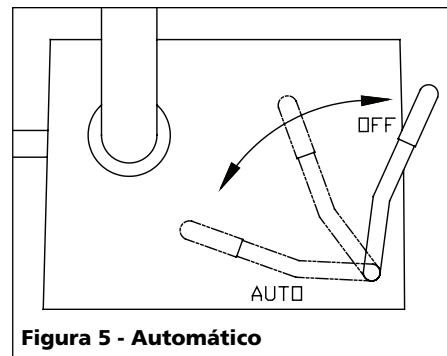

Figura 5 - Automático
- Presostato** - Automático (Figura 5) - En la posición **AUTO** el compresor se apaga automáticamente cuando la presión del tanque alcanza el nivel máximo fijado en la fábrica. En la posición **OFF**, el compresor no funcionará. El presostato debe colocarse en **OFF** para conectar o desconectar el cordón eléctrico del tomacorrientes o para cambiar la herramienta neumática.